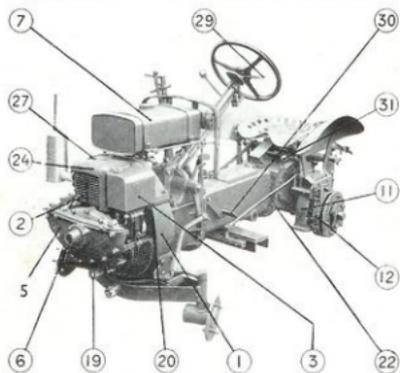
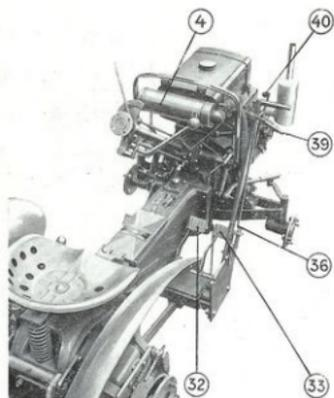
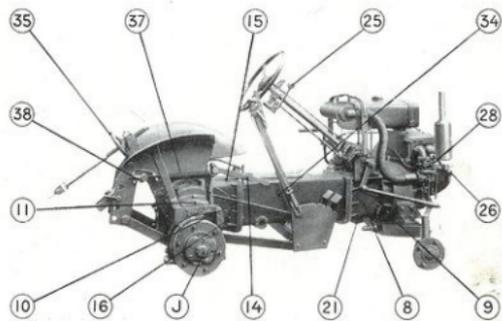

Figure 1
Figure 2
Figure 3
- le bloc-moteur (fig. 1 et 3)
- la boîte de vitesse (fig. 1 et 3)
- le carter intermédiaire (fig. 1 et 2)
- le bloc tracteur proprement dit (fig. 3 et 4).
Il est constitué par un carter en aluminium 1 (fig. 1) sur lequel est fixé le cylindre 2 (fig. 1) en fonte mécanique spéciale; une culasse à larges ailettes assure un refroidissement énergique, quelle que soit la température extérieure.
La première partie de la pompe puise l'huile au réservoir 3 (fig. 1) et l'envoie sous pression dans le vilebrequin, tandis que l'autre partie reprend l'excédent d'huile au fond du carter et le remonte au réservoir. Ce système a l'avantage de réduire au minimum la consommation d'huile.
Un carburateur, étanche aux poussières et du type spécial « tous terrains » alimente le moteur en essence quelle que soit l'inclinaison de l'appareil tandis qu'un filtre à air 4 (fig. 2), facile à entretenir, élimine les poussières du mélange gazeux.
A la partie antérieure de cet ensemble sont placés, dans un carter spécial 5 (fig. 1), la distribution, la commande de magnéto, le dispositif de mise en marche démultiplié 6 (fig. 1) sur lequel peut être montée, avec la plus grande facilité, une poulie susceptible d'actionner divers engins mécaniques. La magnéto est entraînée par un toc permettant son démontage par le simple desserrage de son collier de fixation.
Un réservoir à essence 7 (fig. 1) de 12 litres, assurant l'alimentation d'une demi-journée de travail, et un réservoir à huile 3 (fig. 1) de deux litres complètent l'ensemble de ce groupe moteur.
L'ensemble des arbres et des pignons est contenu dans un carter en aluminium 8 (fig. 3) portant à sa partie supérieure le dispositif de commande des fourchettes et un large couvercle qui permet un examen facile des organes.
La vérification du niveau d'huile et le remplissage se font par un orifice latéral 9 (fig. 3) facilement accessible.
Celui-ci 34 (fig. 3) constitue en quelque sorte la poutre centrale du tracteur. Il est divisé longitudinalement en deux parties dont l'une, à la partie inférieure, contient l'arbre à bouts cannelés qui transmet la force au pont arrière et l'autre, à la partie supérieure, forme caisse à outils.
Il est constitué par un carter central 10 (fig. 3) en fonte et deux couvercles latéraux 11 (fig. 1 et 3), également en fonte, boulonnés sur le premier.
Deux freins à bandes 12 (fig. 1), garnis de Férodo et fixés sur chaque tambour de roue, sont actionnés par deux pédales au pied 32 et 33 (fig. 2) permettant de bloquer soit l'une ou l'autre roue, soit les deux roues simultanément. Un levier à secteur 14 (fig. 3) maintient les freins serrés sans le secours des pédales.
a) **Le réservoir 3** (fig. 1) avec de l'huile demi-fluide, jusqu'à 3 centimètres environ du bouchon. Il est inutile de dépasser ce niveau, l'excédent serait perdu.
b) **Le carter de la boîte de vitesse** : avec de l'huile demi-épaisse à carter, introduite par le bouchon 9 (fig. 3), jusqu'au niveau du filetage; elle atteint alors son niveau normal et il vous suffit de revisser le bouchon.
c) **Le carter tracteur**, avec de l'huile épaisse à carter, par le bouchon 15 (fig. 3) jusqu'au niveau 16 (fig. 3).
Si le retour se fait mal, démonter le filtre 19 (fig. 1), le nettoyer soigneusement à l'essence et le remonter en s'assurant qu'aucune particule de calamine ou aucun grain de terre ne reste entre le joint métalloplastique et les surfaces de contact.
Vidangez alors toute l'huile contenue aussi bien dans le réservoir 3 (bouchons de vidange 20 fig. 1), que dans le carter moteur (filtre à huile 19 fig. 1), et dans le carter de la boîte de vitesse (bouchons de vidange 21 fig. 3).
La même opération doit être faite pour le carter tracteur par le bouchon de vidange 22 (fig. 1).
Le graissage se faisant par circulation d'huile, garnir le réservoir 3 (fig. 1) en toute saison avec de l'huile demi-fluide.
Toutes les 100 heures de marche, démonter le filtre 19 (fig. 1), le nettoyer à l'essence, le remonter en ayant soin de bien remettre le joint et de bien serrer ce dernier : le changer s'il est abîmé (très important).
Toutes les 100 heures de marche, vidanger la boîte par l'orifice de vidange 21 placé sous le bloc et la remplir par l'orifice 9 (fig. 3), comme indiqué page 2.
Toutes les 50 heures de marche, desserrer le bouchon de niveau 16 (fig. 3) de ce carter, pour vous assurer que l'huile n'est pas descendue au-dessous de ce niveau.
Si l'huile ne s'écoule pas, c'est que le niveau est au-dessous du point convenable. Ajoutez alors par le bouchon 15 (fig. 3) la quantité nécessaire d'huile et quand elle commence à couler par l'orifice 16 (fig. 3) remettez les deux bouchons.
7° ARBRES DE COULISSEMENT J (fig. 3 et 4)
§ **DEMONTER UNE OU DEUX FOIS PAR AN LA CALENDRE 24** (fig. 1) et nettoyer les ailettes de refroidissement du cylindre et de la culasse, car la poussière et la boue forment à la longue, sur les ailettes, une couche isolante qui nuit au bon refroidissement du moteur.
Remplissez le réservoir d'essence 7 (fig. 1) — Assurez-vous que le levier de vitesse 25 (fig. 3) est bien au point mort. (A ce moment, le levier doit pouvoir se déplacer librement de gauche à droite et inversement).
Placez le levier du starter du carburateur 28 (fig. 3) sur la position « départ » (poussé vers l'arrière).
Engagez la manivelle de lancement dans son guide 6 (fig. 1).